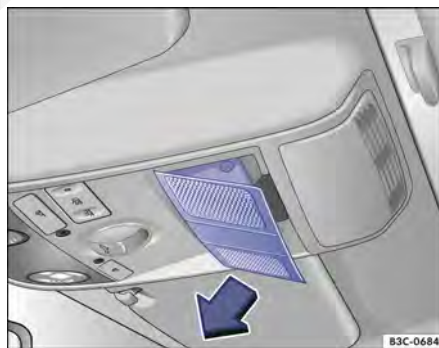

Fig. 70 No revestimento do teto: remover a cobertura.
- Remover a cobertura no sentido da seta → Fig. 70.